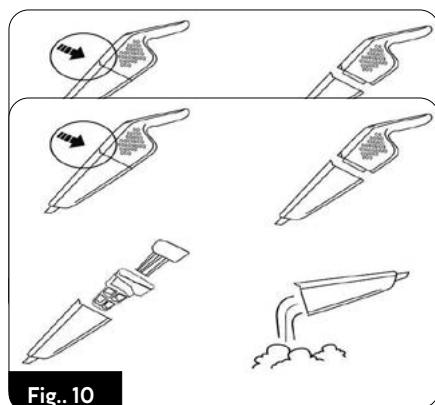

Fig. 10
6. Compruebe periódicamente el llenado del contenedor de polvo (12). Un contenedor demasiado lleno reduce el rendimiento de limpieza, aumenta el consumo de energía y hace que los filtros se ensucien más rápido. Para vaciar el contenedor de polvo, apague la aspiradora retirándola de la empuñadura principal, utilizando el botón (8), libere el contenedor de polvo (12)
de la aspiradora, extraiga el filtro HEPA (10) y el cuerpo del filtro (11) del contenedor. Vierta el contenido del recipiente en la papelera (fig.10).